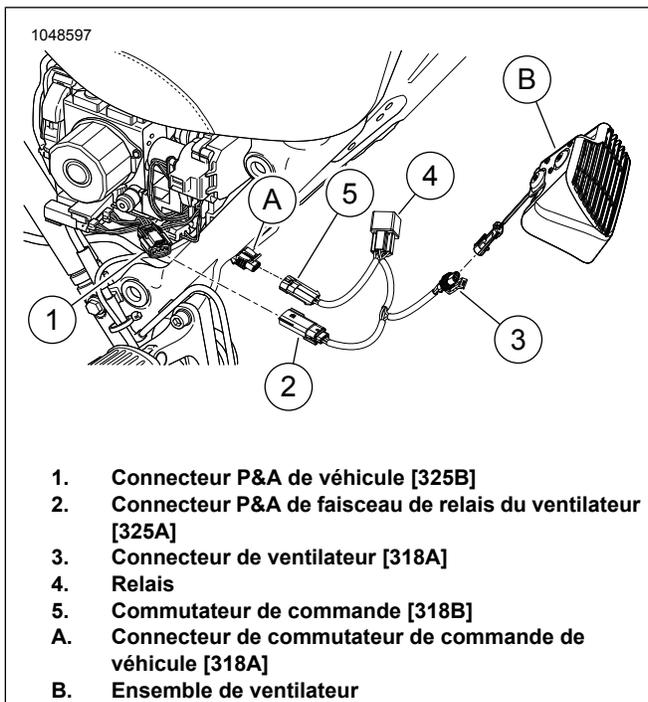
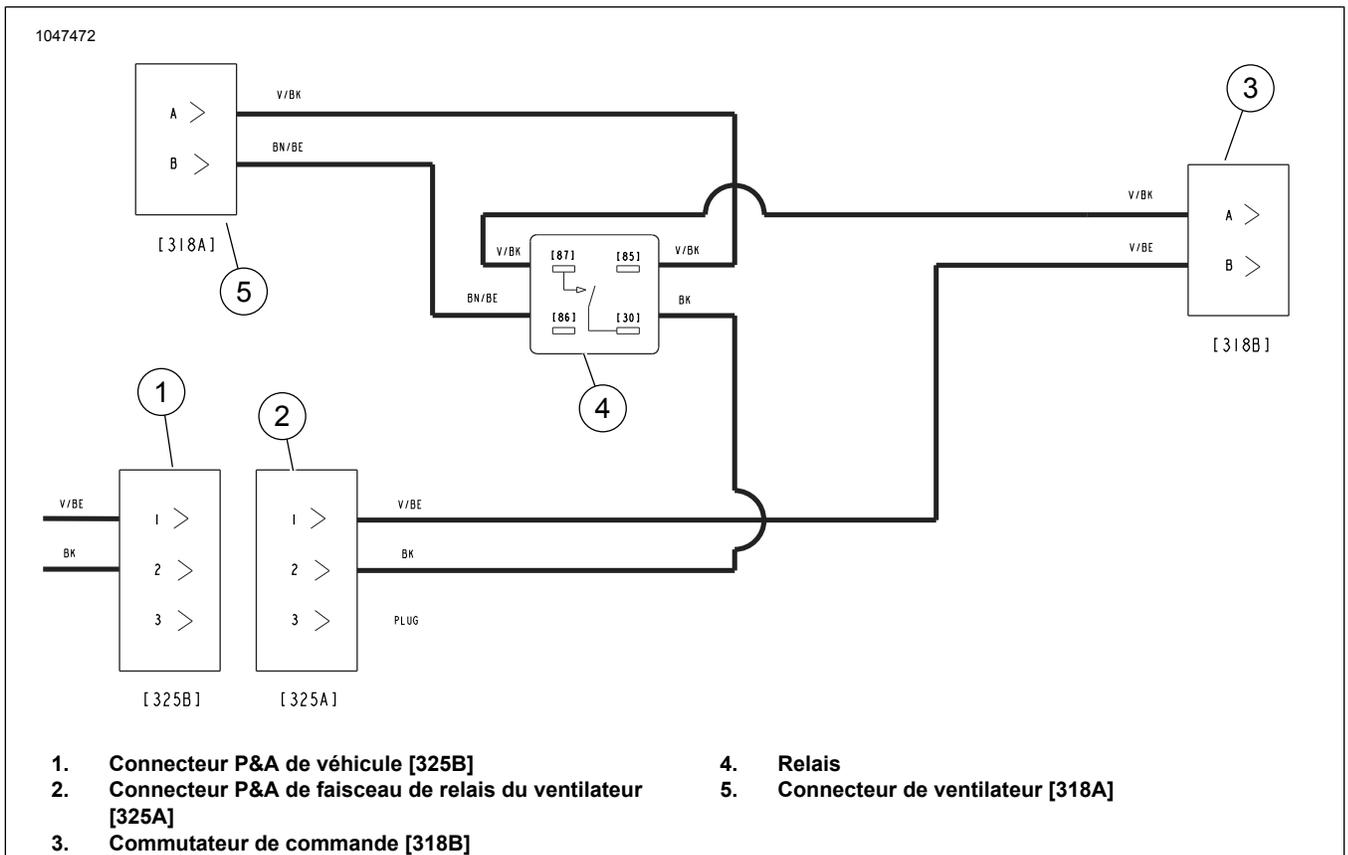

Figure 4. Connecteurs de faisceau
Figure 5. Schéma de câblage du ventilateur de confort thermique
Voir Figure 5 . Installer le faisceau adaptateur de circuit commuté en option si plus d'un accessoire doit être connecté entre le connecteur P&A du véhicule (1) et le connecteur du faisceau du relais de ventilateur (2).
Voir Figure 4 et Figure 5. Brancher les connecteurs de faisceau.